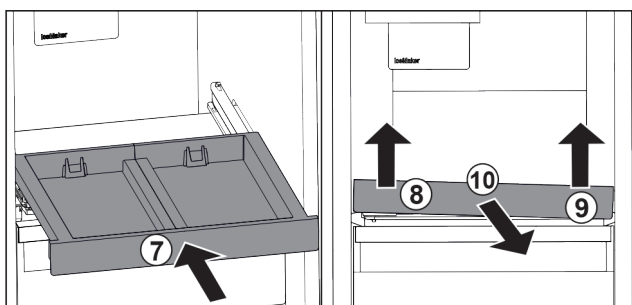

Fig. 96
- ▶ Wsunąć wysuwaną półkę. Fig. 96 (7)
- ▶ Unieść wysuwaną półkę z przodu po lewej. Fig. 96 (8)
- ▶ Unieść wysuwaną półkę z przodu po prawej. Fig. 96 (9)
- ▶ Wyjąć wysuwaną półkę do przodu. Fig. 96 (10)